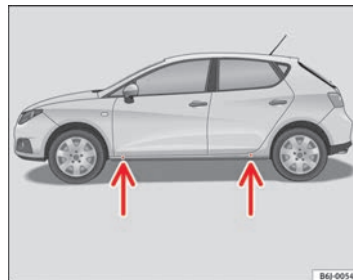

Fig. 149 Points d'appui du cric
- Cherchez sur le bas de caisse le point d'appui le plus proche de la roue à changer ⇒ **fig. 149**.
Des empreintes sur le bas de caisse à l'avant et à l'arrière du véhicule indiquent les points d'appui du cric ⇒ **fig. 149**. Un emplacement a été prévu pour chaque roue. Le cric ne doit pas être positionné à d'autres endroits.